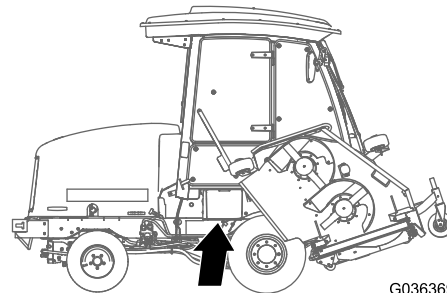

Figure 83
1. Ouvrez le couvercle de la batterie sur le côté du carénage (Figure 83).
Remarque: Appuyez sur la surface plate au-dessus du couvercle de batterie pour faciliter la dépose du couvercle (Figure 83).